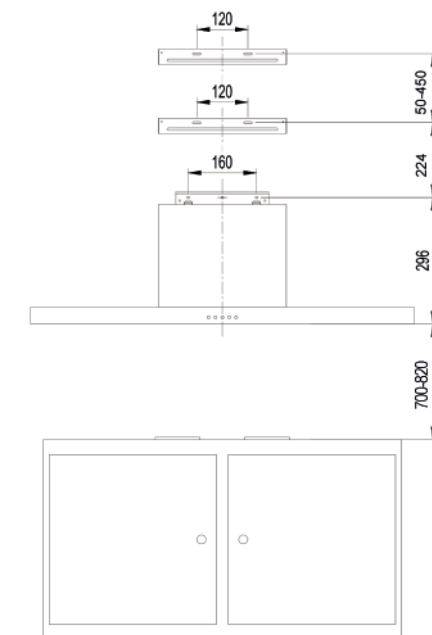

Fig.2
- O exaustor deve ser colocado entre 700 – 820 mm acima do plano de cozedura para um efeito seguro (fig.2).